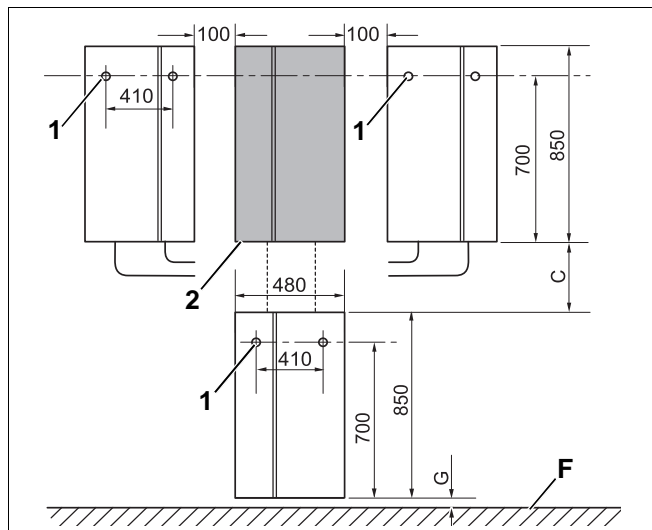

Abb. 4 Aufstellung (Maßskizze)
Die Befestigungswand muss für das Gewicht des Speichers von 180 kg (Logalux HT/H110W) sowie für das Gewicht des Wandkessels tragfähig sein. Wenn die Tragfähigkeit nicht ausreichend ist, kann der Speicher auch stehend installiert werden. Die Mindestabstände nach Abb. 4 sind einzuhalten.
Legende für Abb. 4:
- Bei Wandmontage Dübellöcher anzeichnen (Abb. 4).